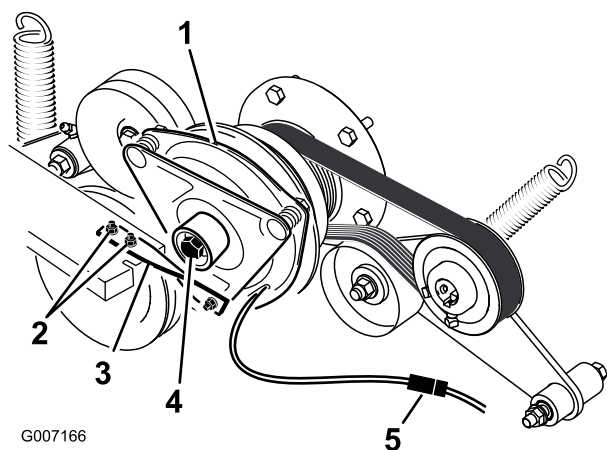

Figure 62
5. Débranchez la connexion électrique de l'embrayage (Figure 62).
6. Déposez les boulons qui fixent la barrette d'embrayage en caoutchouc au cadre du plateau de coupe (Figure 62).
7. Déposez le boulon central de fixation de l'embrayage à l'arbre du moteur, et déposez l'embrayage et la clavette (Figure 62).
14. Tout en maintenant le vilebrequin à l'arrière de la machine, posez le boulon central et serrez-le à 68 Nm (Figure 62).
15. Fixez la barrette caoutchouc de l'embrayage sur le châssis du plateau de coupe au moyen des deux boulons et écrous retirés précédemment (Figure 62).
17. Branchez la connexion électrique de l'embrayage (Figure 62).